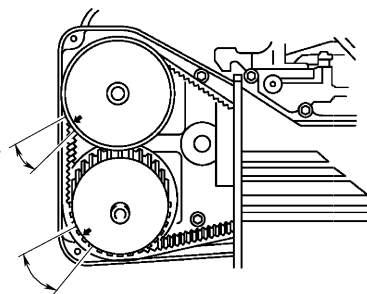

图 7-15 测量二缸进气门与四缸排气门间隙
② 将凸轮轴正时带轮上的箭头标记置于图 7-15 中所示位置, 然后测量二缸进气门和四缸排气门间隙。